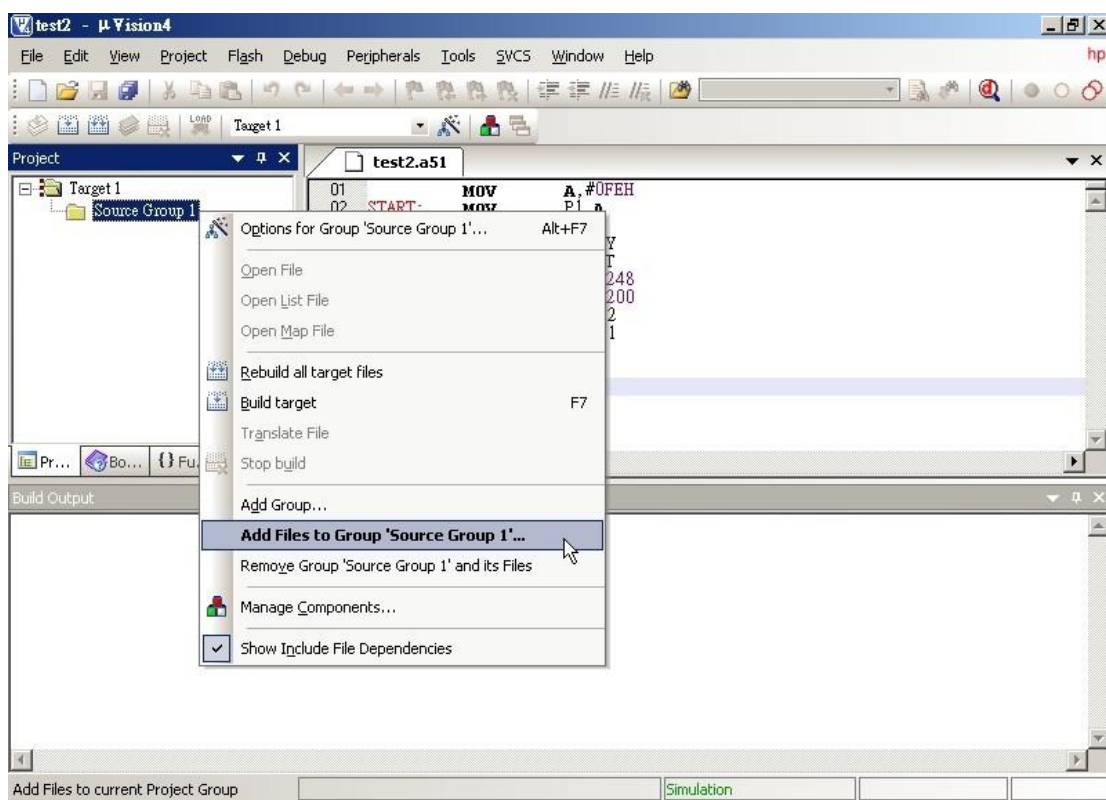

图 2-8 选取 “Add Files to Group ‘Source Group 1’...”
(5) 滑鼠在屏幕左边的 Source Group1 资料夹图示上右键单击，弹出一选单，如图 2-8 所示，在这里能做在项目中增加减少档案等操作。选 “Add Files to Group ‘Source Group 1...’ ” 弹出档案窗口，选择刚刚储存的档案，按下 Add 按钮，将此.a51 档案加入